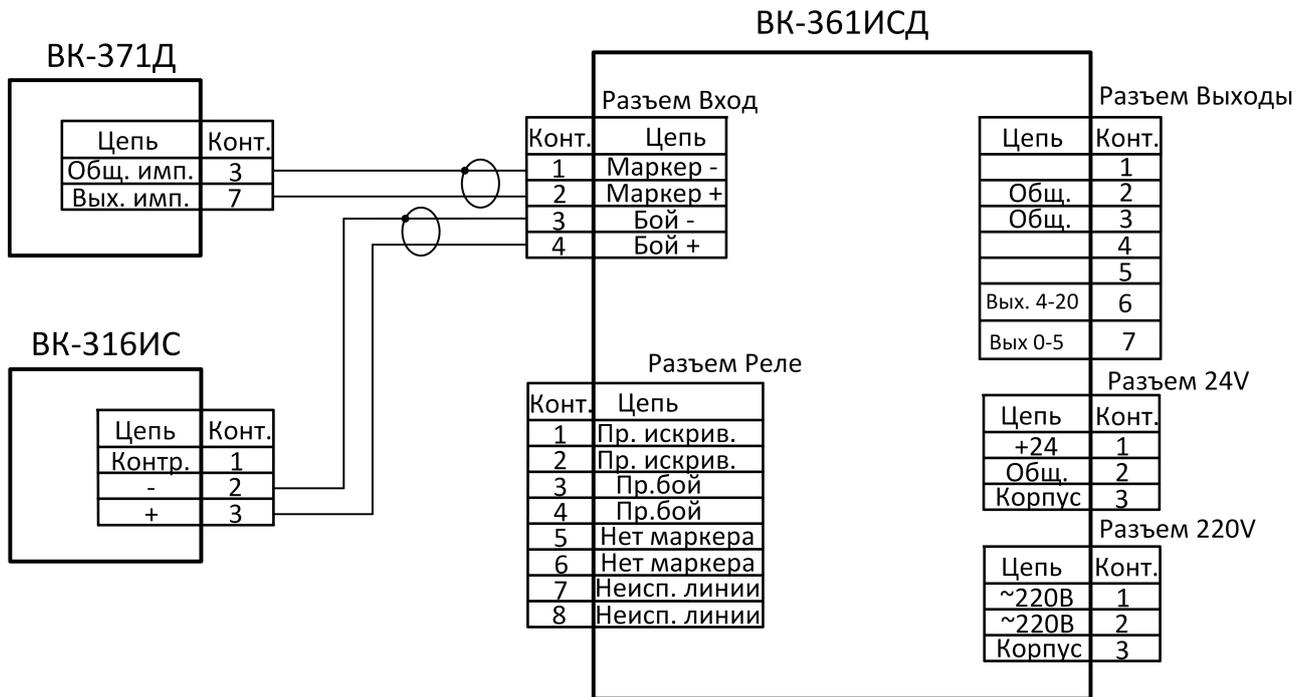

Рис. 8. Схема соединения вторичного блока ВК-361ИСД с преобразователем ВК-316ИС и тахометром ВК-371Д.
- Подключить Тахометр ВК-371Д к вторичному блоку ВК-361ИСД согласно схеме, приведенной на рисунке (Рис. 8).
- Соединить кабелями вторичный блок и датчик по схеме соединения, приведенной на Рис. 8. Кабель для каждого выхода датчика должен иметь две жилы, заключенные в экран.